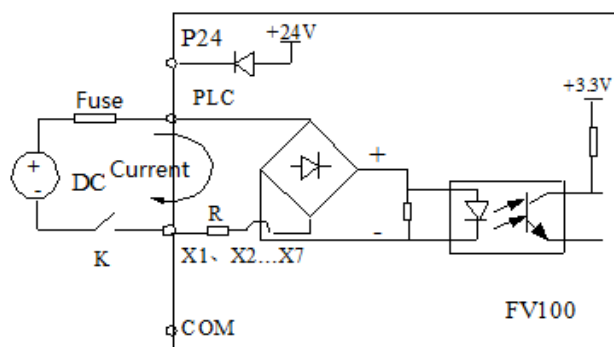

Рис. 4-8 Подключение через внешнего источника тока
2) При использовании внешнего источника питания 24 В (источник тока должен соответствовать стандарту 2 UL CLASS и быть оснащен предохранителем 4А для подключения к клемме); подключение осуществляется согласно рис. 4-8 (перед подключением убедитесь, что клеммы PLC и 24 В разъединены).